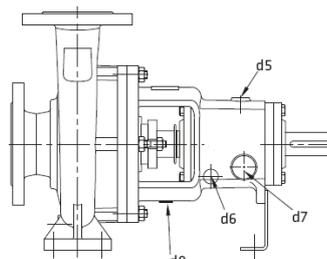

Fig.7
- Todas las bombas están equipadas con una conexión en la carcasa de la bomba para su drenaje (Fig. 7). Si es necesario, el drenaje de la bomba puede ser conducido a un depósito adecuado. La tubería de drenaje de la bomba debe estar equipada con una válvula de aislamiento y ambas deben ser adecuadas para la presión máxima de funcionamiento de la bomba.